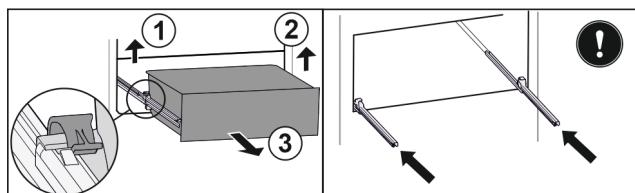

Fig. 137
- Приподнимите левый зажим и одновременно вытяните движением вперед выдвижной ящик слева. Fig. 137 (1)
- Приподнимите правый зажим и одновременно вытяните движением вперед выдвижной ящик справа. Fig. 137 (2)
- Извлеките выдвижной ящик движением вперед. Fig. 137 (3)